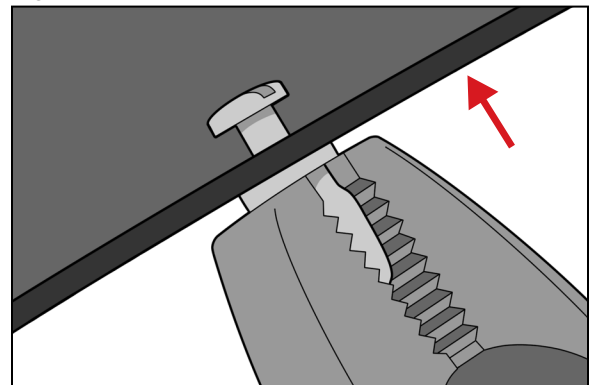

Fig. 7
3. Rikta in enheten noggrant mot hålet och tvinga in stiftet i hålet. (Fig. 7).